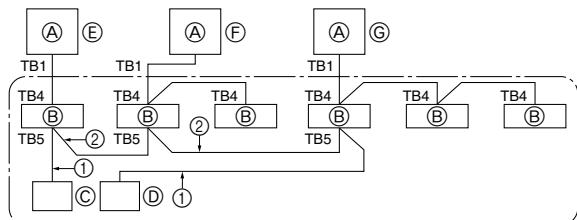

Fig. 8-1
8. Kontrolle des Systems (Fig. 8-1)
⑤ SW 1 - 3 ~ 6	ON